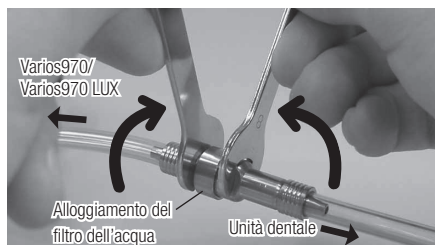

Fig.42
- 2) Utilizzare due chiavi inglesi (5x8) e ruotarle come illustrato nella Fig. 42.